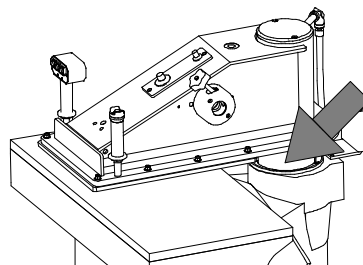

Abb. 20
c) Bei völlig abgeschalteter Maschine und aus der Steckdose ausgezogenem Stecker monatlich Rückstände und Staub des gestanzten Materials mit einem fusselfreien Tuch von dem Stelling der Säulenschmierung (für S/SE108: Code 01002005; für S/SE120C: Code 01010413; für S/SE120/122/124C/124/125C/125/125L: Code 01001367, Detailzeichnung 1) entfernen (Abb. 20).